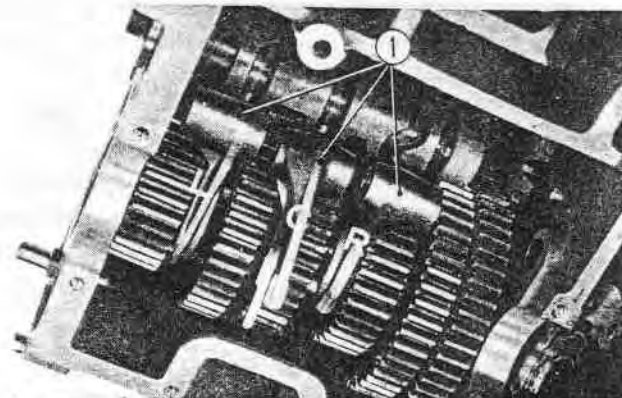

Fig. 5-16 ① Fourchettes de sélecteur
6. Les fourchettes sont frappées des lettres "R", "C" et "L" sur le côté. Monter les fourchettes comme le montre la Fig. 5-16. Les fourchettes portant les lettres "R" et "L" correspondent à l'arbre secondaire, les doigts de ces fourchettes s'engagent donc dans les gorges des pignons C-4 et